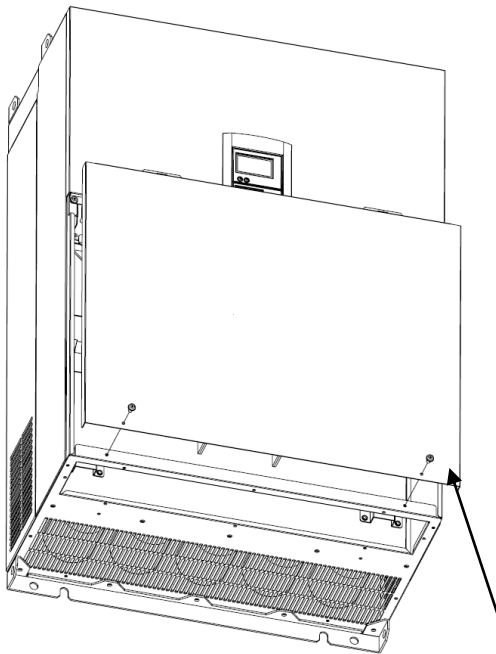

图 1
1. 拧下 M4 螺丝，用手将两边的卡勾向内按住，即可卸下下盖板（图 1）
1. 拧下 M4 螺丝, 轻轻下拉既可卸下下盖板(图 1)
1. 拧下 2 颗 M4 螺丝，轻轻下拉既可卸下下盖板（图 1）